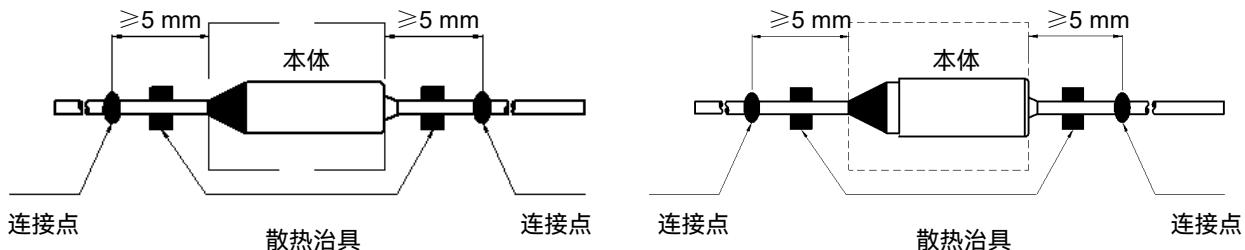

图2
- 引线上的连接点距离温度保险丝本体应  $\geq 5$  mm（参考图2）。
3. 在钎焊过程中，焊点与温度保险丝之间应使用散热装置（参考图2）。
3. 在点焊过程中，焊点与温度保险丝之间应使用散热装置（参考图2）。